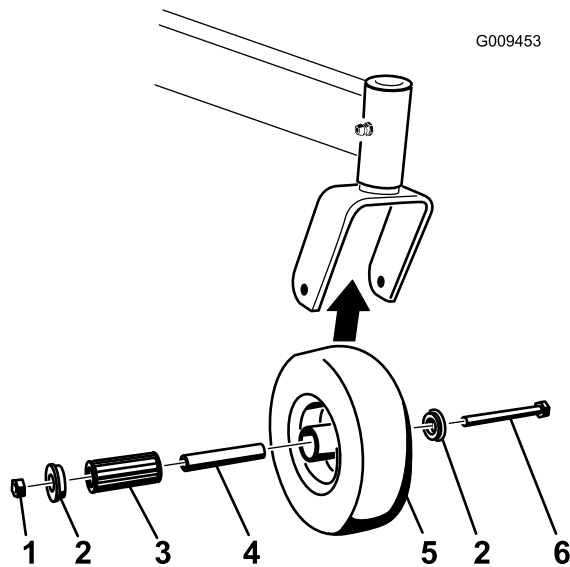

Figura 58
1. Retire la contratuerca y el perno que sujetan la rueda giratoria a la horquilla (Figura 58).
2. Retire un solo casquillo y tire del casquillo intermedio y del cojinete de rodillos para sacarlos del cubo de la rueda (Figura 58).
3. Retire el otro casquillo del cubo de la rueda y limpie la grasa y la suciedad del cubo de la rueda (Figura 58).
4. Inspeccione el cojinete de rodillos, los casquillos, el casquillo intermedio y el interior del cubo de la rueda para comprobar que no están desgastados. Cambie las piezas defectuosas o desgastadas (Figura 58).
5. Para montar el conjunto, coloque un casquillo en el cubo de la rueda. Engrase el cojinete de rodillos y el casquillo intermedio y deslícelos en el cubo de la rueda. Coloque el segundo casquillo en el cubo de la rueda (Figura 58).
6. Instale la rueda giratoria en la horquilla y fíjela con el perno y la contratuerca. Apriete la contratuerca hasta que el casquillo intermedio se apoye contra el interior de las horquillas de las ruedas giratorias (Figura 58).